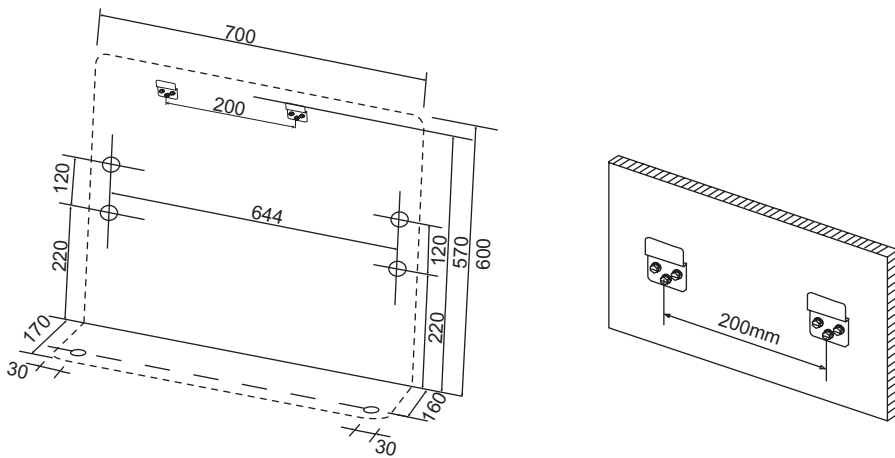

Рис.10.3
10.2.2 Блоки консольного типа (рис.10.3)